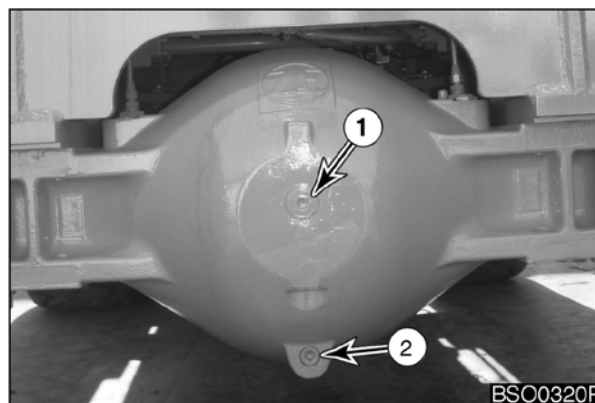

Рис. 68. ПЕРЕДНИЙ МОСТ
- Очистить участок вокруг контрольно-заливной заглушки (1, рис. 68) и сливной заглушки (2) центрального дифференциала. Снять контрольно-заливную (1) и сливную (2) заглушки. Дать маслу стечь в соответствующую емкость.
ПРИМЕЧАНИЕ: Размер заглушки (1, рис. 68): M36 x 1,5
Размер заглушки (2, рис. 68): M24 x 1,5
- Установить заглушку сливного отверстия (2, рис. 68) в центральный дифференциал и затянуть. Установить заглушки сливных отверстий с обеих сторон моста и затянуть.